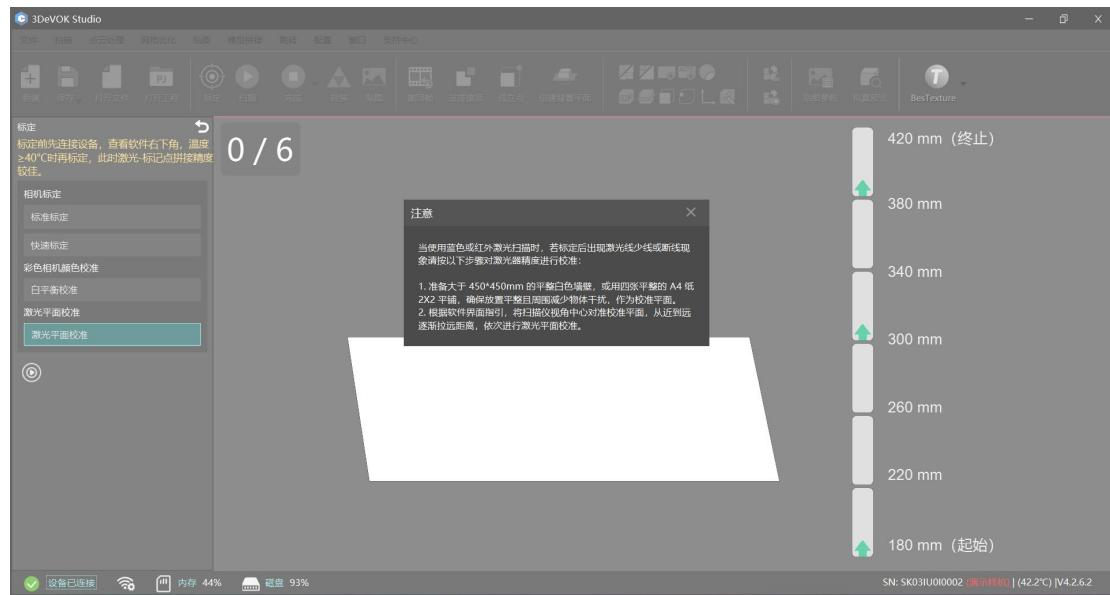

图 6-6 激光平面校准软件截图示意图
- 2、点击左侧的“激光平面校准”按钮，按照软件指引，进行激光平面校准（图 6-6）。